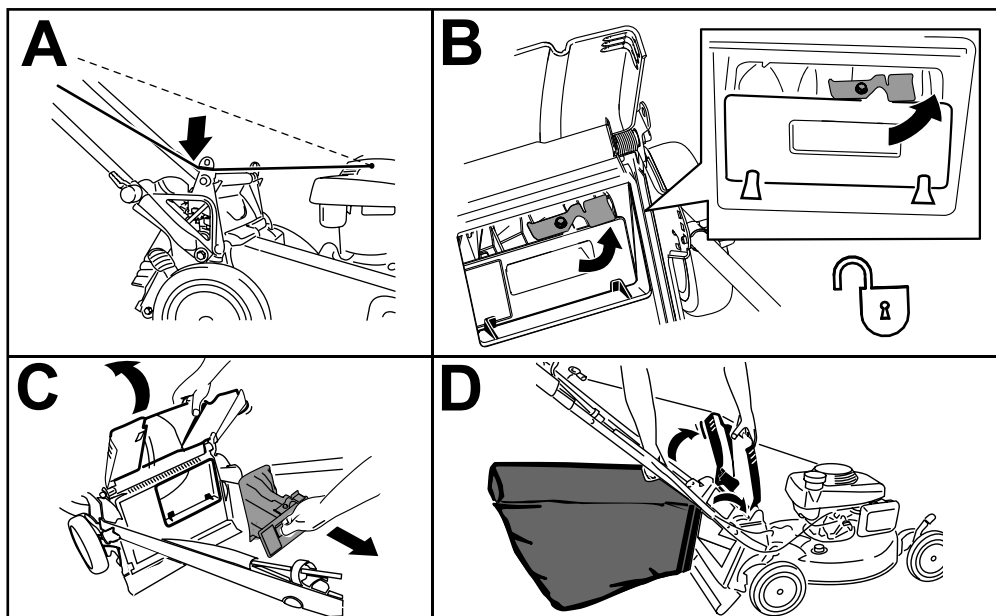

Figure 18
Remarque: Pour déverrouiller l'obturateur arrière, tournez le levier vers la droite (Figure 18).
1. Faites passer le câble du lanceur autour du guide inférieur (encadré A de la Figure 18).
2. Soulevez le déflecteur arrière et maintenez-le dans cette position puis déverrouillez l'obturateur arrière (encadré B de la Figure 18).
3. Retirez l'obturateur arrière (encadré C de la Figure 18).
4. Accrochez le bord supérieur avant du bac aux ergots sur les crans des supports de poignée (encadré D de la Figure 18).